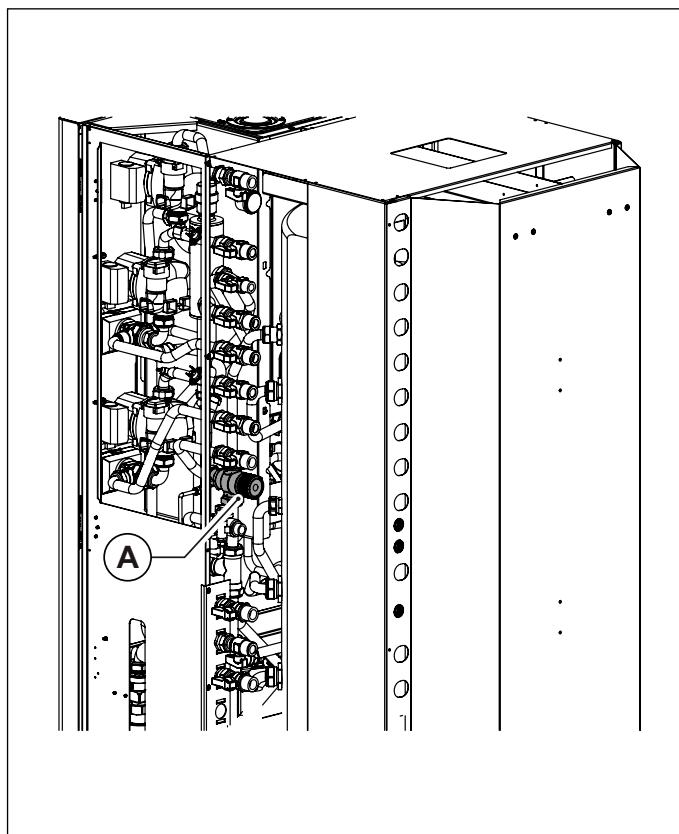

Рис. 2 Подмешивающий клапан (вид сзади)
Пользователь может отрегулировать температуру ГВС, при помощи смесительного термостатического клапана (A) ручной настройкой, расположенной с задней части котла (см. Рис. 2 Подмешивающий клапан (вид сзади)).